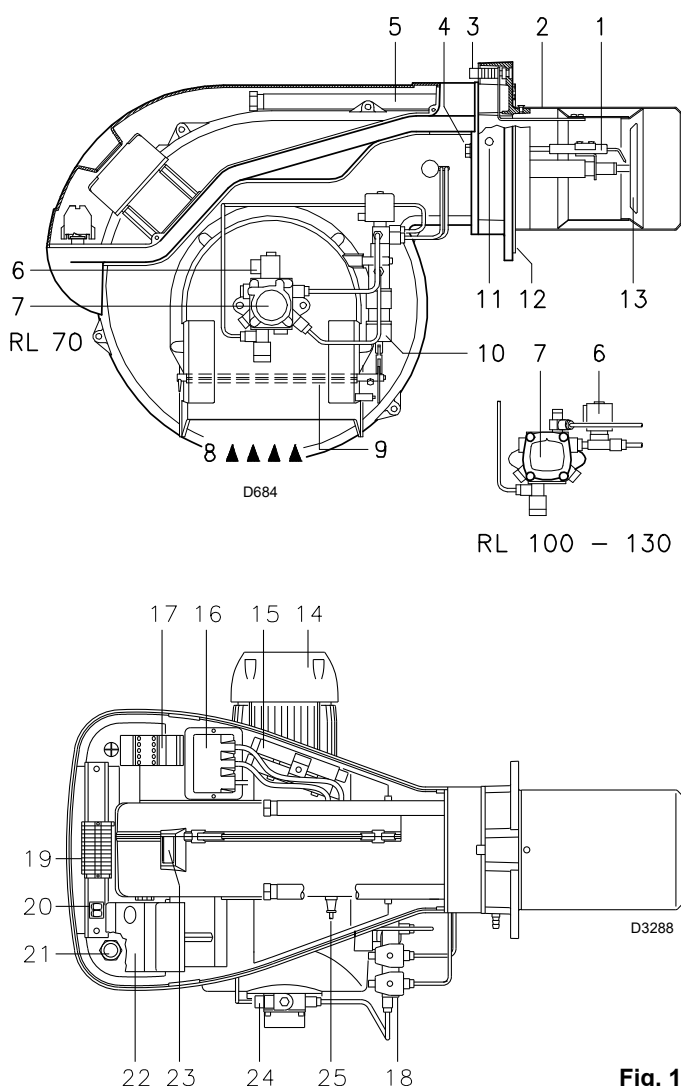

Fig. 1
4.3 Descrizione bruciatore (Fig. 1)
Blocco apparecchiatura: l'accensione del pulsante (led rosso) dell'apparecchiatura 22)(Fig. 1) avverte che il bruciatore è in blocco.
Blocco motore: per sbloccare premere il pulsante del relè termico 17) (Fig. 1).
(1) boccaglio: corto - lungo
- 2 - Prolunghe 15)(Fig. 1) per guide 5)(Fig. 1)